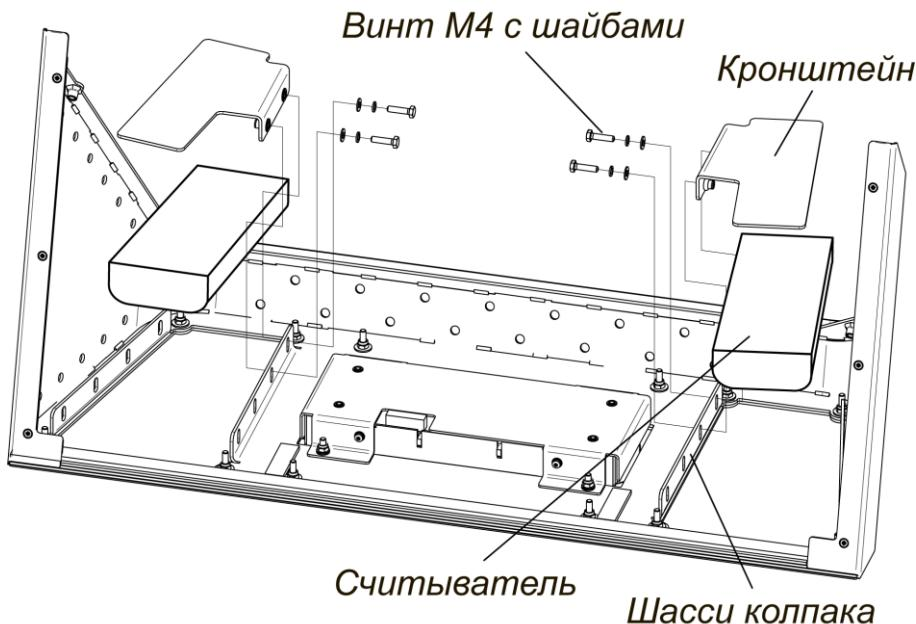

Рисунок 15. Установка встраиваемых RFID-считывателей
13. При необходимости установите внутри турникета под верхней пластиковой панелью колпака бесконтактные считыватели карт доступа. Считыватели монтируются на специальных кронштейнах: сначала кронштейны необходимо снять с шасси колпака, открутив по 2 винта M4 с шайбами, затем установить на кронштейны считыватели и после этого кронштейны установить обратно на шасси (см. рис. 15).